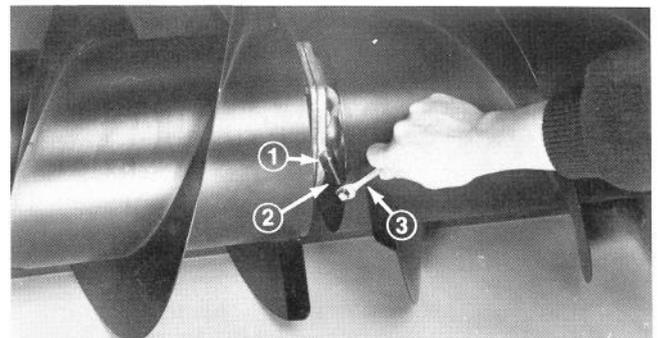

Figure 17
2. Enlevez le bouchon à tuyau de la boîte d'engrenages en plaçant le côté ouvert d'une douille de rallonge de 3/8" sur le bouchon, et en utilisant une clé ouverte de 3/8" sur le côté carré de la rallonge (Fig. 17).
5. Refermez le carter d'engrenage à l'aide du bouchon à tuyau (Fig. 17).